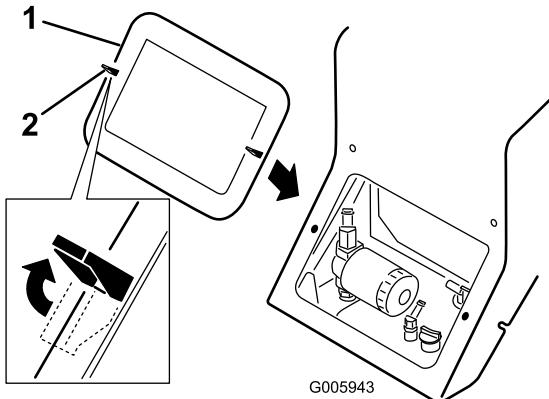

図 24
- ロッキングタブ（2枚）（図 24）を外す（図は上タブと左タブ）